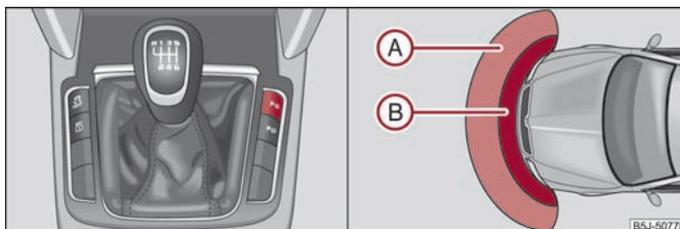

Abb. 134 Aktivieren der Einparkhilfe / Einparkhilfe: Erfassungsbereich der vorderen Sensoren
Die Abstandswarnung beginnt bei einem Abstand von etwa 120 cm zum Hindernis vor dem Fahrzeug (Bereich **A** ⇒ Abb. 134) und etwa 160 cm zum Hindernis hinter dem Fahrzeug (Bereich **B**). Mit der Verringerung des Abstands verkürzt sich das Intervall zwischen den Tonimpulsen.
Die Einparkhilfe wird bei eingeschalteter Zündung beim Einlegen des **Rückwärtsgangs** oder durch Drücken der Taste \Rightarrow **Abb. 134** - links aktiviert, in der Taste leuchtet das Symbol **P_u**. Die Aktivierung wird durch einen kurzen Quittierton bestätigt.
Die Einparkhilfe wird durch das Drücken der Taste **P_u** \Rightarrow **Abb. 134** oder bei einer Geschwindigkeit über 10 km/h deaktiviert (das Symbol **P_u** in der Taste erlischt).
- Wenn nach Aktivierung des Systems etwa 3 Sekunden lang ein Warnton ertönt und sich in Fahrzeugnähe kein Hindernis befindet, liegt ein Systemfehler vor. Der Fehler wird zusätzlich durch das Blinken des Symbols **P_u** in der Taste \Rightarrow **Abb. 134** signalisiert. Lassen Sie den Fehler von einem Fachbetrieb beheben.